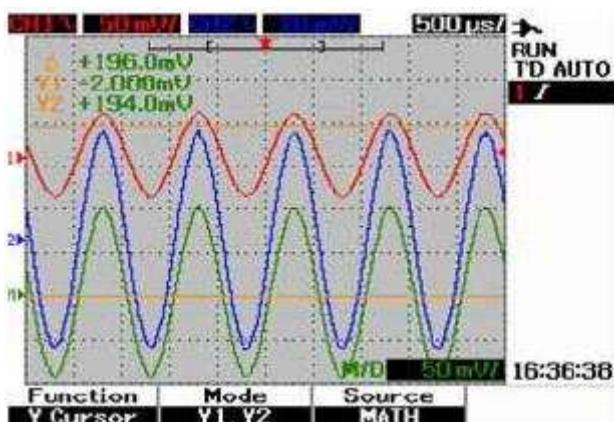

Рис. 3-29 Математическая функция для измерений с курсорами Y
6. На рис. 3-29 выбрана математическая функция; результат отображается красным цветом в правой верхней части области отображения осциллографа.